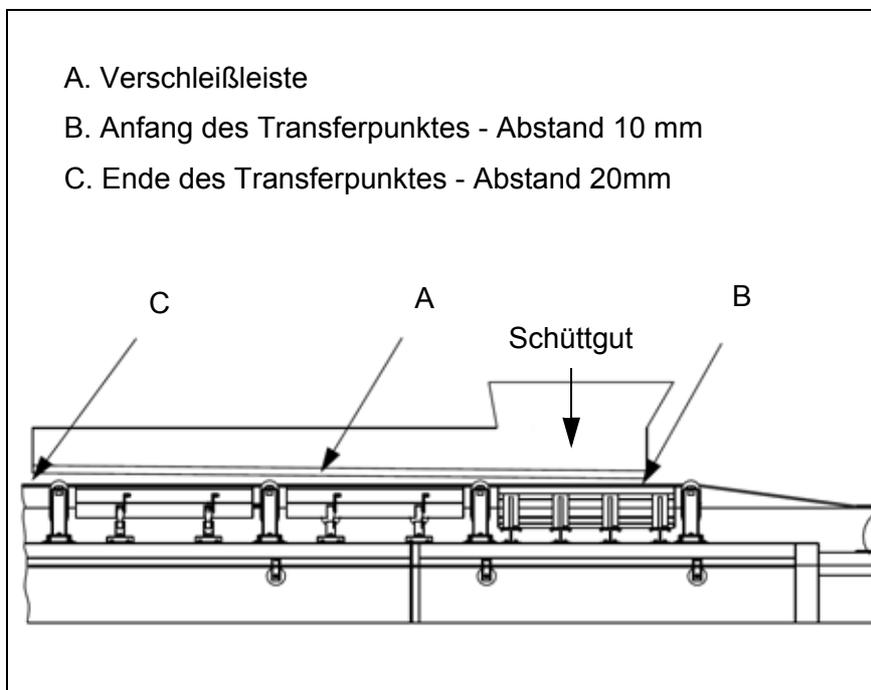
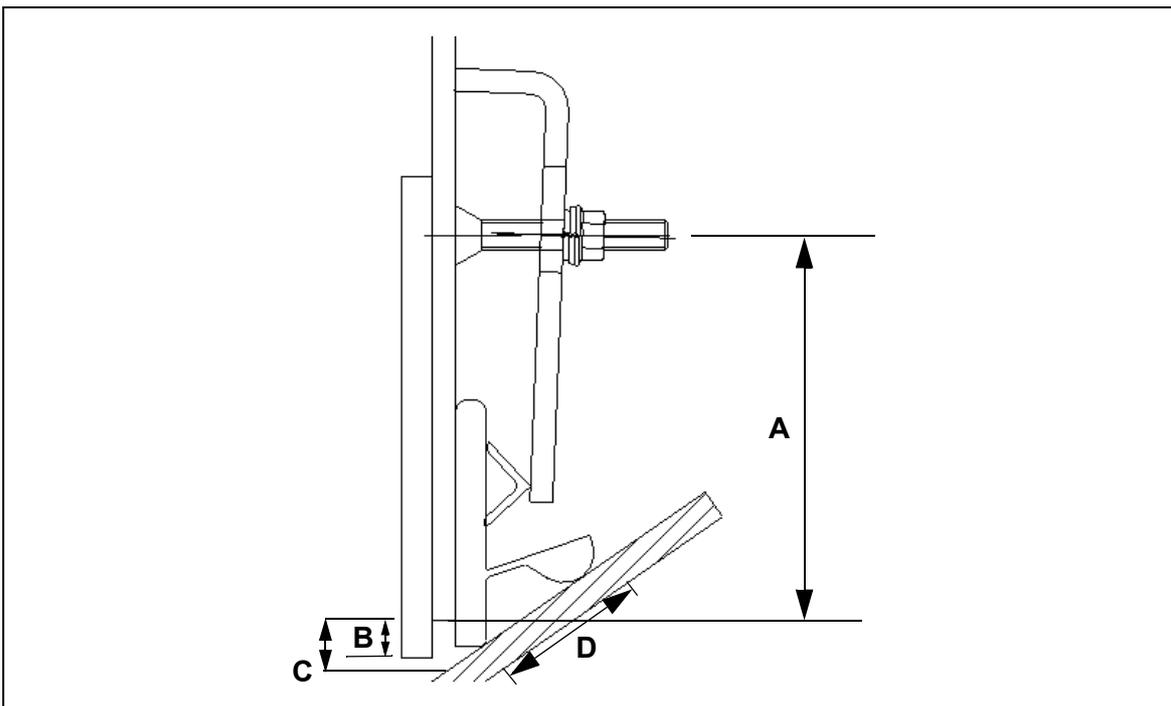

Abb. 1: Position der Schurrenwand und der Verschleißleiste
Abb. 3: Installationsmaße MARTIN[®] APRON SEAL[™] Seitenabdichtungssystem (exemplarisch)
1. Die MARTIN® DURT TAMER™ Verschleißleiste (A, Abb.1) sollte am Anfang des Transferpunktes ca. 10 mm (B, Abb.1) vom Förderband entfernt sein. Dieser Abstand sollte auf ca. 20 mm (C, Abb.1) am Ende des Transferpunktes ansteigen (für Details siehe Punkt C in Abb. 3 und Tab. 2, Seite 15).